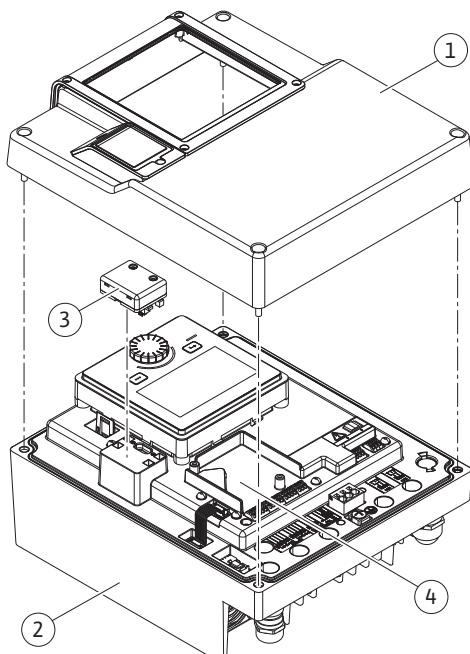
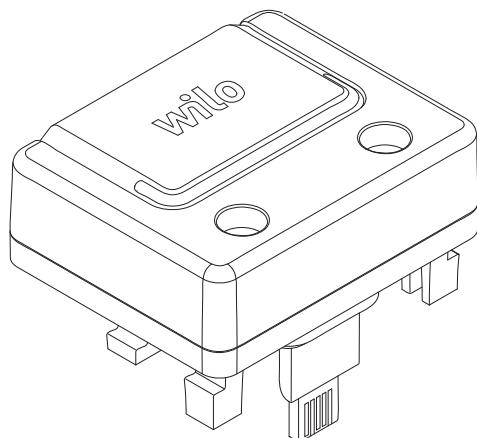

Fig. 25: Elektronický modul
Fig. 26: Modul Wilo-Smart Connect BT
Rozhraní Bluetooth (Fig. 25, poz. 3) modulu Wilo-Smart Connect BT (Fig. 26) slouží pro připojení k mobilním koncovým zařízením, jako je chytrý telefon nebo tablet. Pomocí aplikace Wilo-Smart Connect můžete čerpadlo obsluhovat, seřizovat a načítat údaje z čerpadla. Nastavení viz v kapitole „Uvedení do provozu“.
3. Modul Wilo-Smart Connect BT zasuňte do připraveného rozhraní. Viz Fig. 25, poz. 3.
Moduly CIF (příslušenství) slouží pro komunikaci mezi čerpadly a řídícím systémem budovy. Moduly CIF se zasunují do elektronického modulu (Fig. 25, poz. 4)